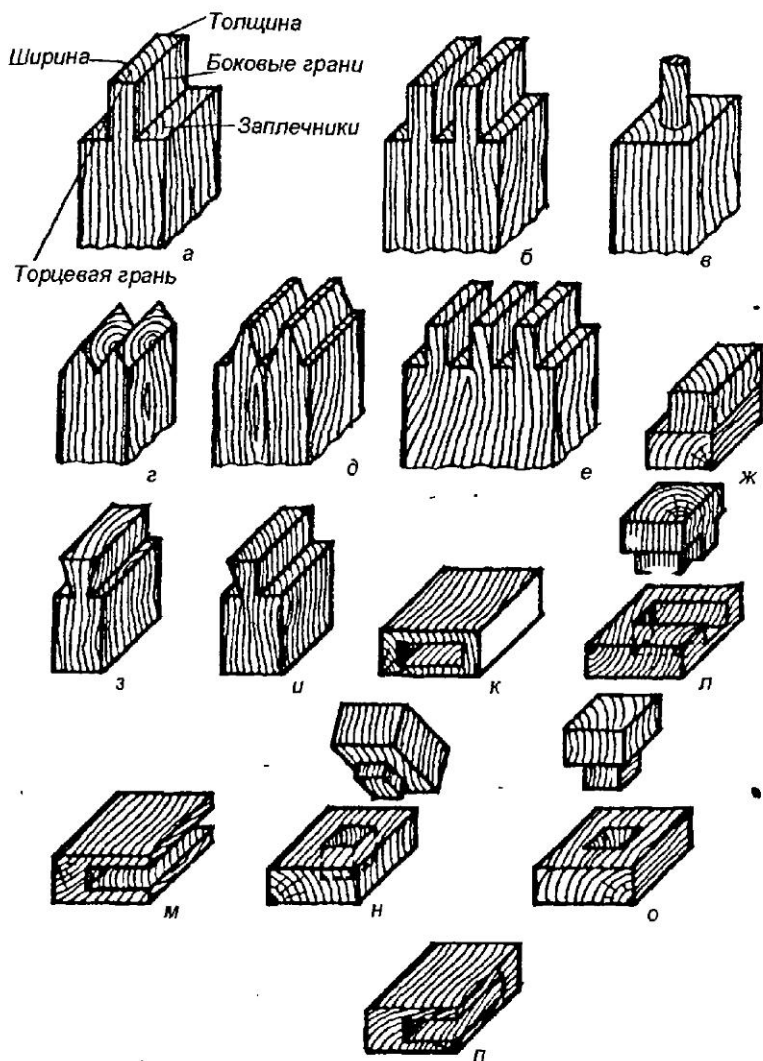

Рис. 156. Виды шпозов
**Шипы** (рис. 156). Бруски столярных изделий соединяются между собой посредством шипового соединения, состоящего из двух элементов — шипа и гнезда или проушины. Шипом называется выступ на торце бруска, входящий в соответствующее гнездо или проушину другого бруска. Шипы бывают одинарными (рис. 156 а), двойными (рис. 156 б), многократными (рис. 156 е), т. е. более двух. **Цельный шип** — это шип, составляющий одно целое с бруском. Вставным шипом называют шип, выполненный отдельно от бруска. Шип с поперечным сечением в виде круга называется круглым (рис. 156 в). Шип «ласточкин хвост» (рис. 156 з) имеет профиль в виде равнобокой трапеции с большим основанием на торцевой грани шипа. Односторонний шип «ласточкин хвост» имеет профиль в виде прямоугольной трапеции с большим основанием по торцевой грани шипа. Зубчатый шип имеет профиль в виде треугольника или трапеции, меньшее основание которого является торцевой гранью шипа (рис. 156 г). **Двускосый зубчатый шип** (рис. 156 ж) имеет профиль равнобедренного треугольника. Одинарные, двойные шипы применяются при изготовлении окон, рамочных дверей, мебели; шип «ласточкин хвост» — при изготовлении ящиков, коробок; зубчатые шипы — при клеевом соединении деталей (сращивании) по длине. Помимо этого применяются шипы круглые вставные
при соединении делянок (заготовок) по ширине и др. Шипы в потемок и полупотемок (рис. 156 ж,о) используют при изготовлении рамок, мебели и др. Шип в потемок делается не только при концевом соединении, но и в тех случаях, когда требуется, чтобы края гнезда были незаметны, так как получить ровные края гнезда не всегда удается. Чтобы скрыть этот дефект, у шипа вырезают потемок, то есть снимают часть шипа по ширине с одной или с обеих сторон.